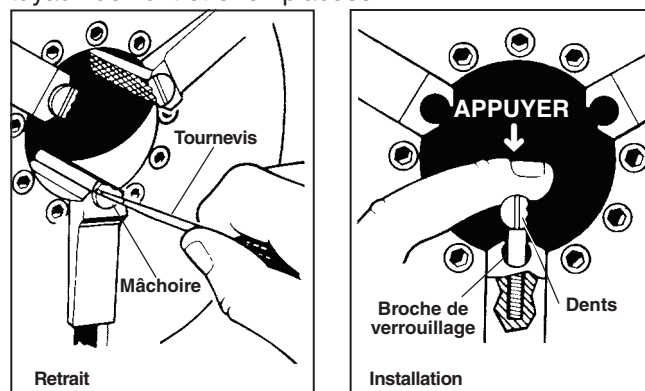

Figure 31 – Remplacement des mâchoires
1. Servez-vous d'un tournevis pour tourner la mâchoire sur 90° d'un sens ou l'autre. Retirez la mâchoire (Figure 31).
2. Posez la mâchoire de travers sur la broche de verrouillage, puis enfoncez-la à fond (Figure 31).